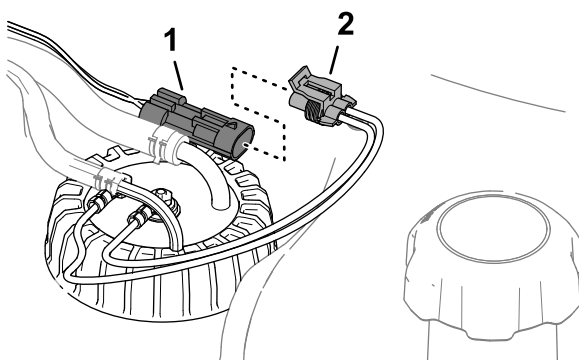

Figura 124
3. Retire el conector hembra de 2 vías del arnés del sensor de combustible del conector de 2 pines del arnés de cables de la máquina (Figura 124).